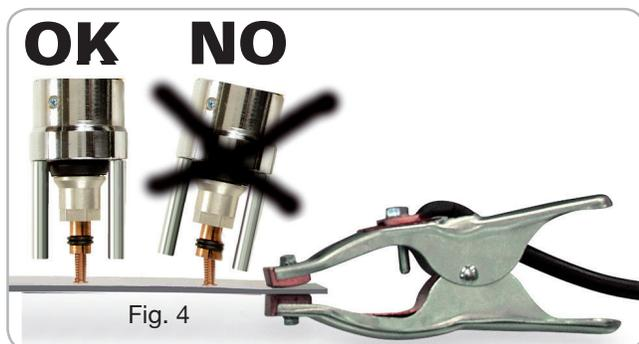

Fig. 4
- Exécuter quelques soudures en réglant la tension à l'aide des bouton G et la force du pistolet avec le réglage Q jusqu'à obtenir des soudures parfaites. Le pistolet doit être extrait en le gardant parfaitement aligné avec le goujon afin de ne pas déformer la pince (Fig. 4).